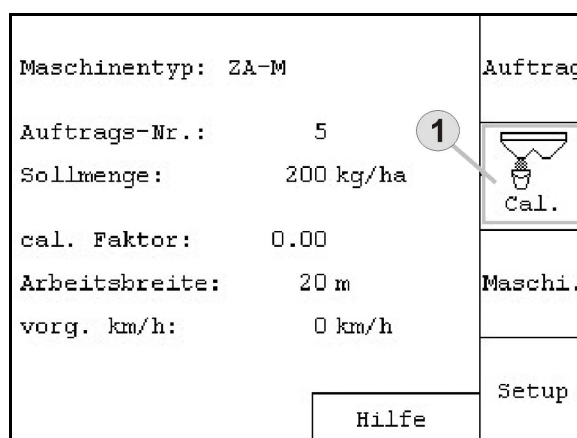

Fig. 65
1. Fjern vingemutteren (Fig. 65/1).